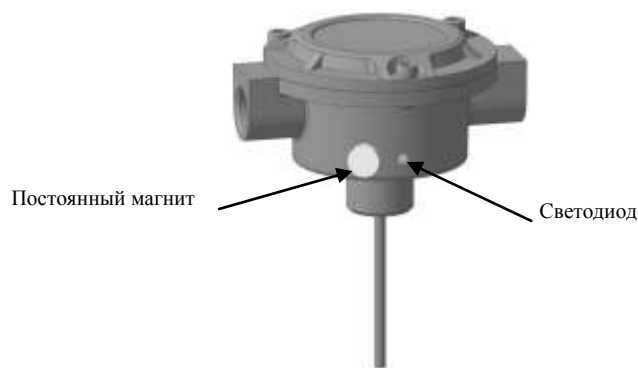

Рисунок 4 – Место поднесения постоянного магнита
Командой «Программирование адреса устройства» можно задать адрес извещателя независимо от того, какой ему адрес присвоен на данный момент. Это может быть использовано в случае ошибочного назначения одинаковых адресов двум и более устройствам. Для этого с пульта или компьютера подать команду на программирование требуемого адреса. После чего в течение не более 5 минут к извещателю, который находится в дежурном режиме, поднести постоянный магнит к обозначенному месту, рисунок 4. При этом светодиод извещателя переходит в режим непрерывного свечения. На пульте или компьютере отобразятся события о потере связи с устройством по старому адресу и о восстановлении связи с устройством по новому адресу. Если устройства имели одинаковый адрес, то сообщений о потере связи по старому адресу не будет.
2.6.4 Упрощенный контроль функционирования осуществляется путём поднесения постоянного магнита к извещателю (см. рисунок 4). Пульт «С2000М» или АРМ «Орион Про» должен выдать сообщение «Тест» или «Пожар», в зависимости от режима тестирования. Упрощенный контроль работает начиная с «С2000-КДЛ» v.2.15 и «С2000-КДЛ-2И» v.1.15.